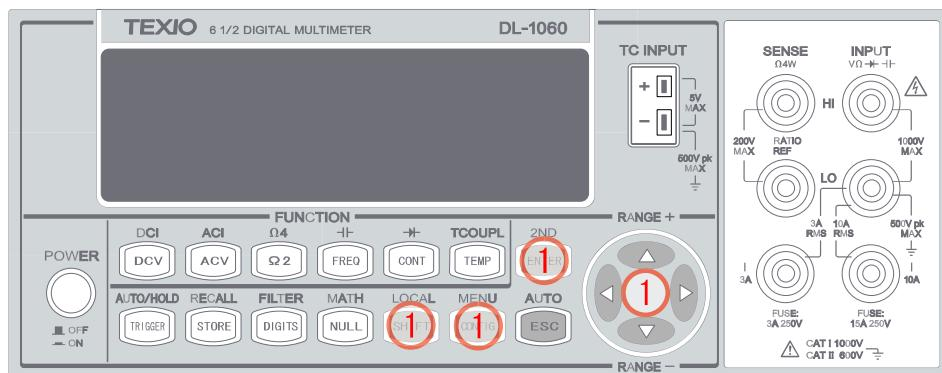

図 3-36
- ① ◇・▷、ENTER ボタン等を使い、MENU(SHIFT+CONFIG) > SYSTEM > INIT MODE > “SAVE DATA” / “DEFAULT SET”的順で操作し、現在の設定状態を保存するか初期設定から始めるかを選択します。使用するボタンを図 3-36 に示します。